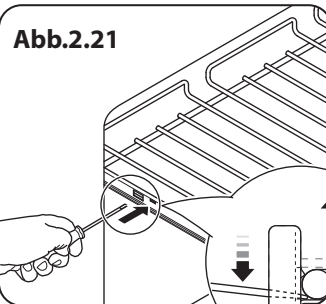

Abb.2.22
3. Die Vorderseite des Rostes nach unten kippen und ihn dann von den Gleitschienen heben (**Abb.2.22**).